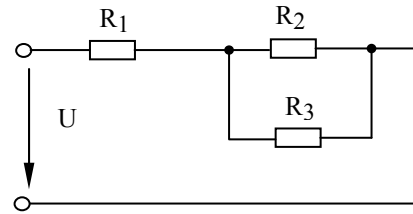

Рис.1.3.3.
1.3.3. Определить токи во всех ветвях электрической цепи (рисунок 1.3.3), если  $U=120$  В,  $R_1=18$  Ом,  $R_2=30$  Ом,  $R_3=20$  Ом.